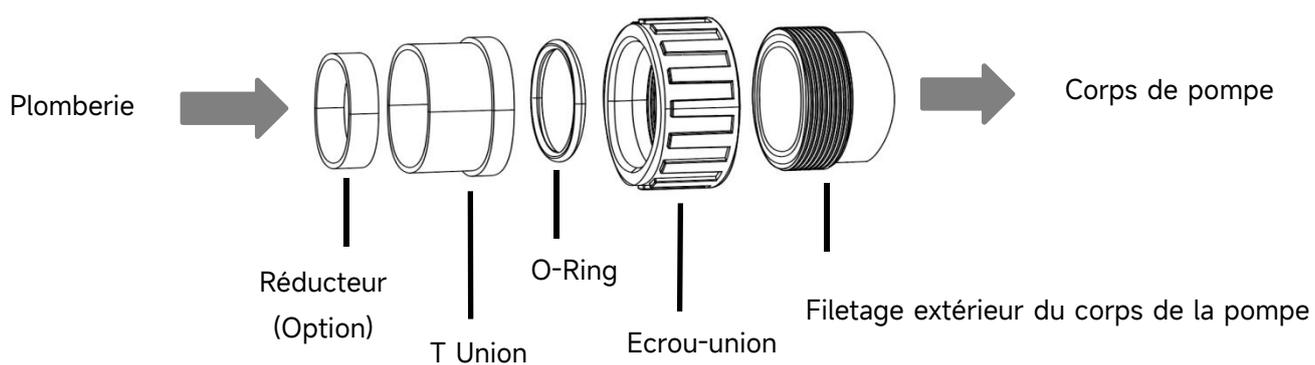

Figure 3 - Kit d'union
3) Utilisez le kit de raccord fourni par le fabricant de la pompe (voir figure 3). N'utilisez pas d'autres raccords pour raccorder l'entrée/la sortie de la pompe, car ils risqueraient d'endommager le corps de la pompe.